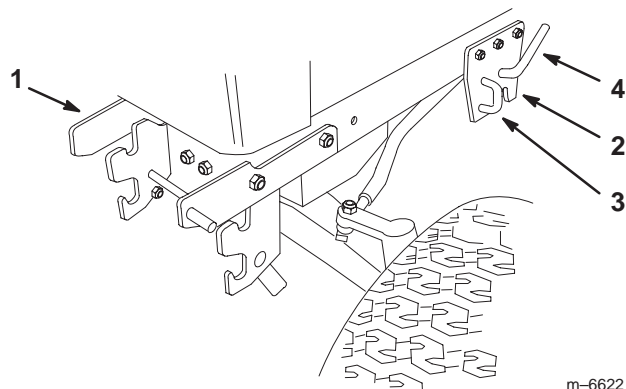

Figure 23
5. Ouvrez la patte d'attelage centrale en tirant sur la goupille en J et en déplaçant la poignée de verrouillage vers l'arrière (Fig. 23).
11. Le cas échéant, déposez le bâti de poulies en poussant sur le levier de déblocage (Fig. 23).